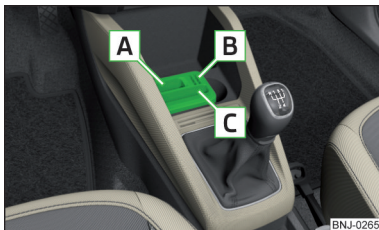

Fig. 85
**Suport multimedia** » fig. 85